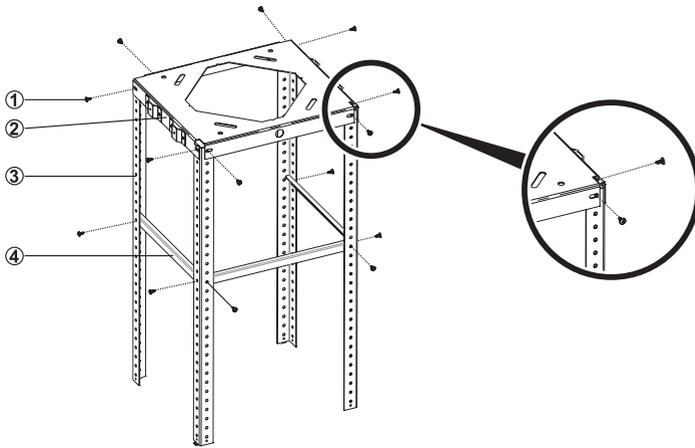

Figura 10: INSTALLAZIONE E COMPONENTI SEZIONE 2
Figura. 10 a
- Montare le barre di sospensione del prodotto (3) alla lamiera di sospensione a soffitto (2) con 8 viti rysb 3.5 x 9.5 (1). Figura 10
- Montare le barre di sospensione del prodotto (3) alla lamiera di sospensione a soffitto (4) con 6 viti rysb 3.5 x 9.5 (1).
- Installare il collegamento di scarico dell'aria dell'apparecchiatura. Figura 10 a